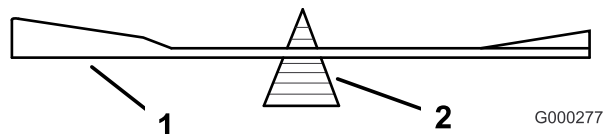

Рисунок 51
2. Проверьте балансировку ножа с помощью балансировочного устройства для ножей (Рисунок 51). Если нож остается в горизонтальном положении, значит он сбалансирован и его можно использовать. Если нож не сбалансирован, удалите некоторое количество металла только